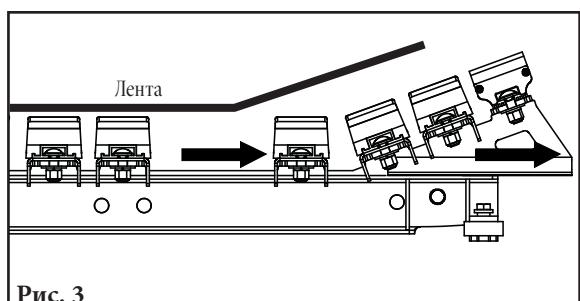

Рис. 3
3. Найдите монтажные шаблоны. Измерьте и отметьте на конструкции место, где должен находиться центр шаблона, отмерив ширину ленты + 230 мм (9") и отцентровав ее на конструкции (рис. 3а). В продольном направлении отцентруйте шаблон по центральной отметке, полученной на шаге 2. Отметьте и измерьте длину от паза в конце шаблона до фиксированной точки на конструкции, затем перенесите этот размер на противоположную сторону конструкции. Выровняйте пазы на монтажных шаблонах с отметками на конструкции и разметьте все отверстия (рис. 3б). Просверлите или прожгите отверстия. Прилагаемые монтажные болты должны свободно проходить через отверстия.
Рис. 3а
Рис. 3б
- Выдвиньте наружу каждую половинку станции.** Вытягивайте половинку станции с каждой стороны, пока она не соединится с ограничителем скольжения (рис. 3). Может потребоваться использование натяжного устройства для освобождения половинок.